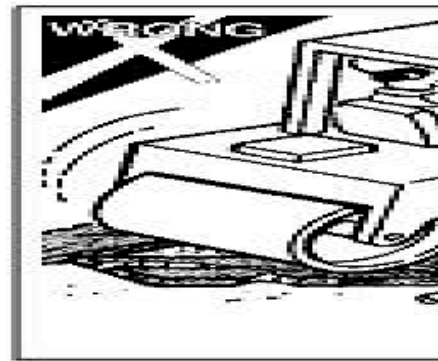

Рис. 1-14
- Рекомендуем использовать металлический трап. Убедитесь, что трап находится в надлежащем состоянии, имеет соответствующий уклон и способен выдержать нагрузку машины. Никогда не используйте изношенный трап. На поверхности трапа не должно быть масла, снега, льда или грязи. (Как показано на рис. 1-14)